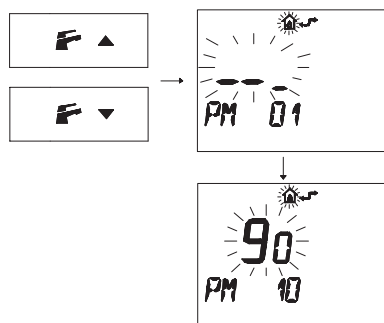

Figura 5.56
- Premere i pulsanti o per visualizzare la programmazione "PM10" selezione della frequenza di accensione (Figura 5.56).
Nella Figura 5.56 si visualizza un SET programmato di 90 corrispondente ad un tempo di riaccensione di 3 minuti circa.